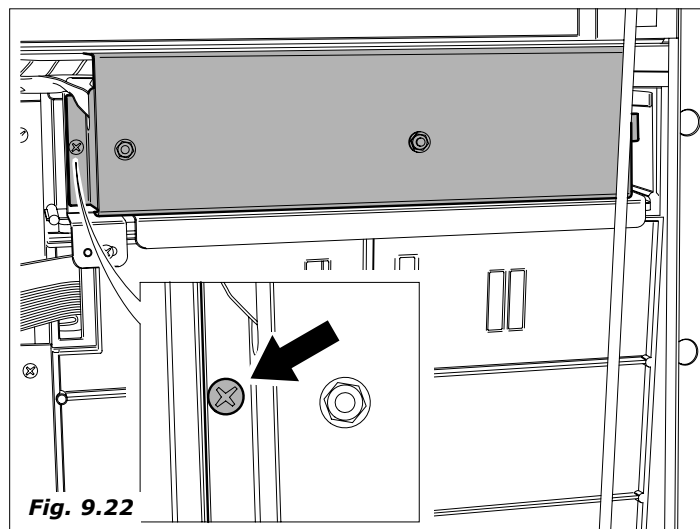

Fig. 9.22
- Se presenta un cárter rectangular fijado a la puerta por medio de dos tornillos autorroscantes. Destornillar los tornillos (Fig. 9.22 y Fig. 9.23).